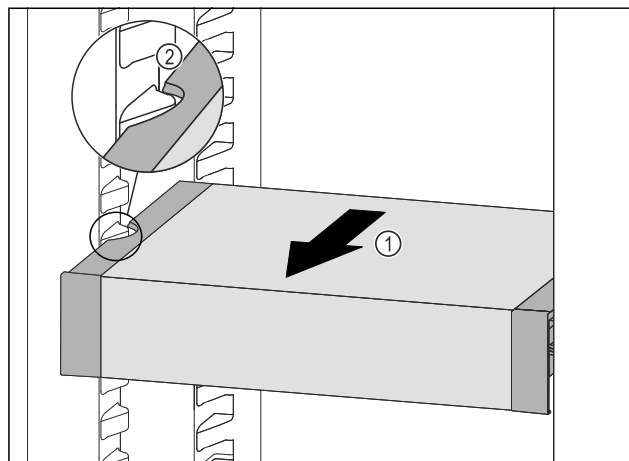

Fig. 209
- ▶ VarioSafe nach vorne ziehen Fig. 209 (1), bis sich die seitlichen Aussparungen des VarioSafes auf Höhe der Behälterrippe im Kühlteil befinden. Fig. 209 (2)